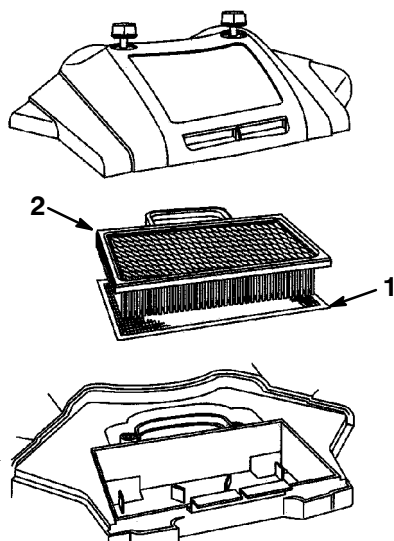

Abbildung 30
4. Papiereinsatz und Schaumstoffeinsatz herausheben (Abb. 30).
### 1. Schaumstoffeinsatz (Abb. 30):
### 2. Papiereinsatz (Abb. 30):
3. Luftfilterabdeckung und Knöpfe wieder anbringen (Abb. 30). Die Knöpfe fest anziehen.